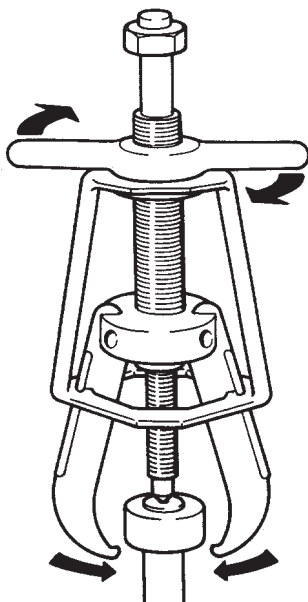

Figura 3
5. Gire la manija en T en sentido horario para apretar las garras firmemente en el componente. (Véase Figura 3)